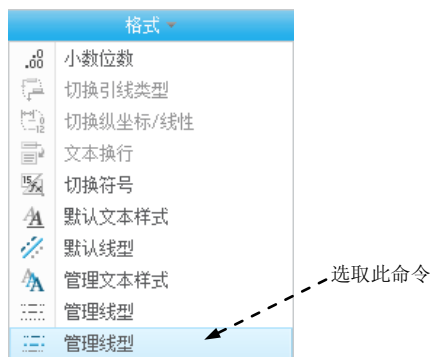

图 9.2.15 选取命令
Step1. 选择 **注释** 功能选项卡 **格式** 下拉菜单中图 9.2.15 所示的 **管理线型** 命令，系统弹出图 9.2.16 所示的“线型库”对话框。